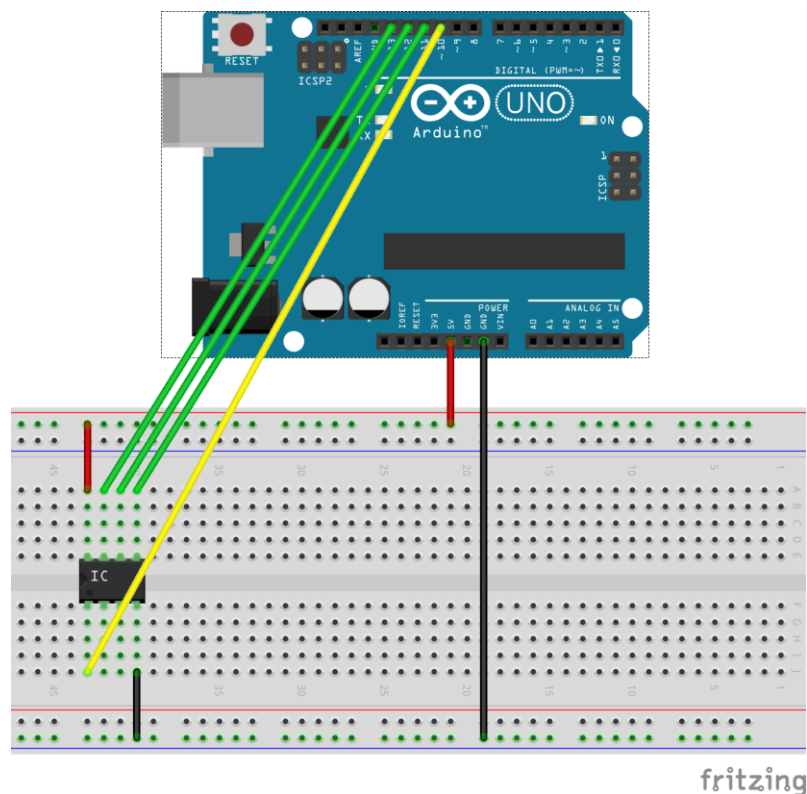

Figure 30.3
3. Sur la breadboard, réalisez le montage avec le microcontrôleur ATtiny45 et le module Uno selon la figure 30.3.
Nota Bene : la figure 30.3 montre notre programmeur improvisé avec un module Uno. Vous pouvez remarquer un câble en jaune qui va vers la broche Reset qui est aussi la broche E/S PB5. Il y a moyen d'utiliser cette broche comme E/S et donc d'avoir 6 E/S sur le microcontrôleur, mais ceci nécessite de faire une manipulation qui prive le microcontrôleur de la possibilité de Reset externe. En conséquence, le microcontrôleur ne peut plus être programmé par ce moyen et il faut alors recourir à un vrai programmeur. Le mieux est donc de se passer de l'E/S PB5 et de conserver le Reset ou bien, si on a vraiment besoin de cette sixième E/S, être certain de ne pas avoir à reprogrammer la puce.